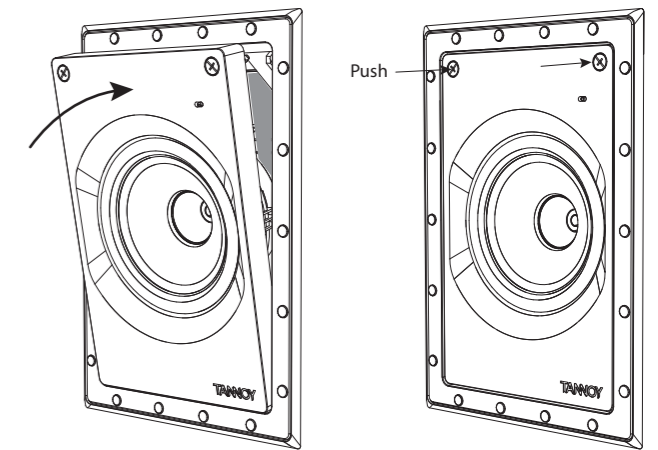

Fig. 13. Installing the Loudspeaker Assembly into the Frame
2. Håll högtalarenheten i en vinkel och montera de två utskjutande flikarna på dess nedre kant i de två motsvarande spåren i ramen (fig. 13).